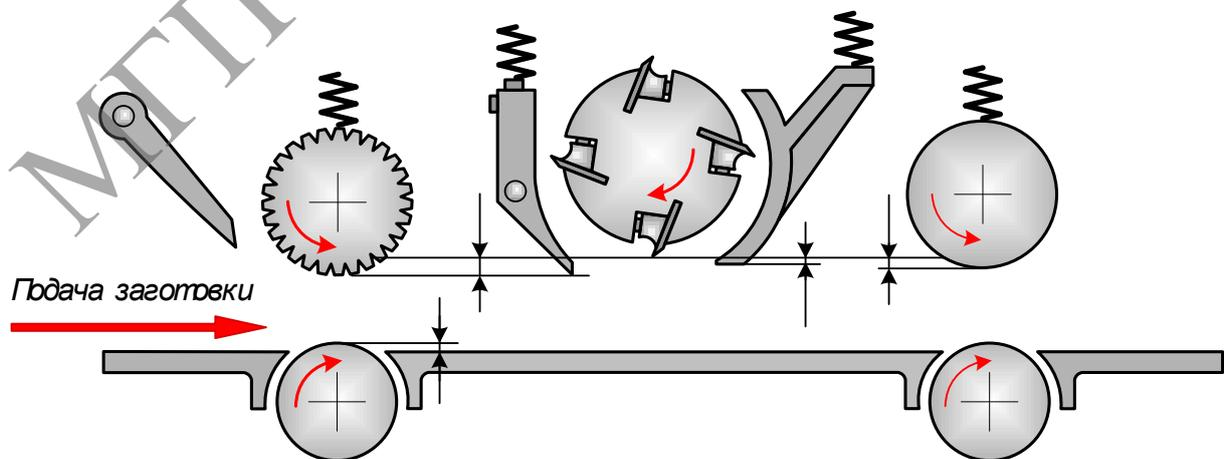

Рисунок 13.10. – Наладка одностороннего рейсмусового станка
10. Укажите на схеме (рисунок 13.10) оптимальные размеры наладки конструктивных элементов одностороннего рейсмусового станка.